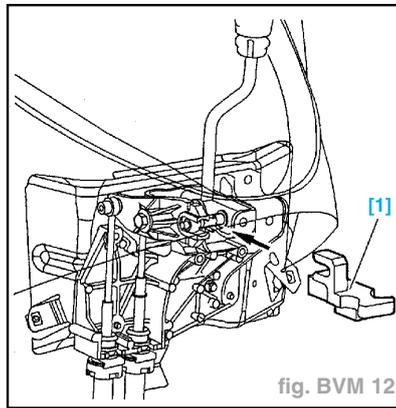

fig. BVM 12
- Immobiliser le levier de vitesses en position point mort à l'aide de l'outil [1] (réf. Citroën 9607-T) (fig. BVM 12).